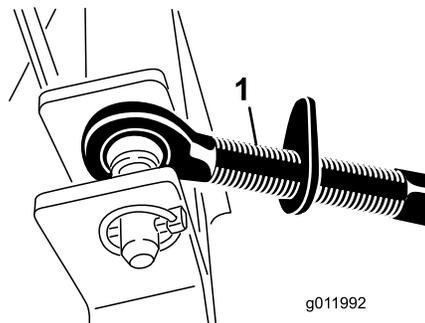

図 4
1. 上リンクをブラケットの穴に接続し、クレビスピンとリンチピンで固定する **図 4**。